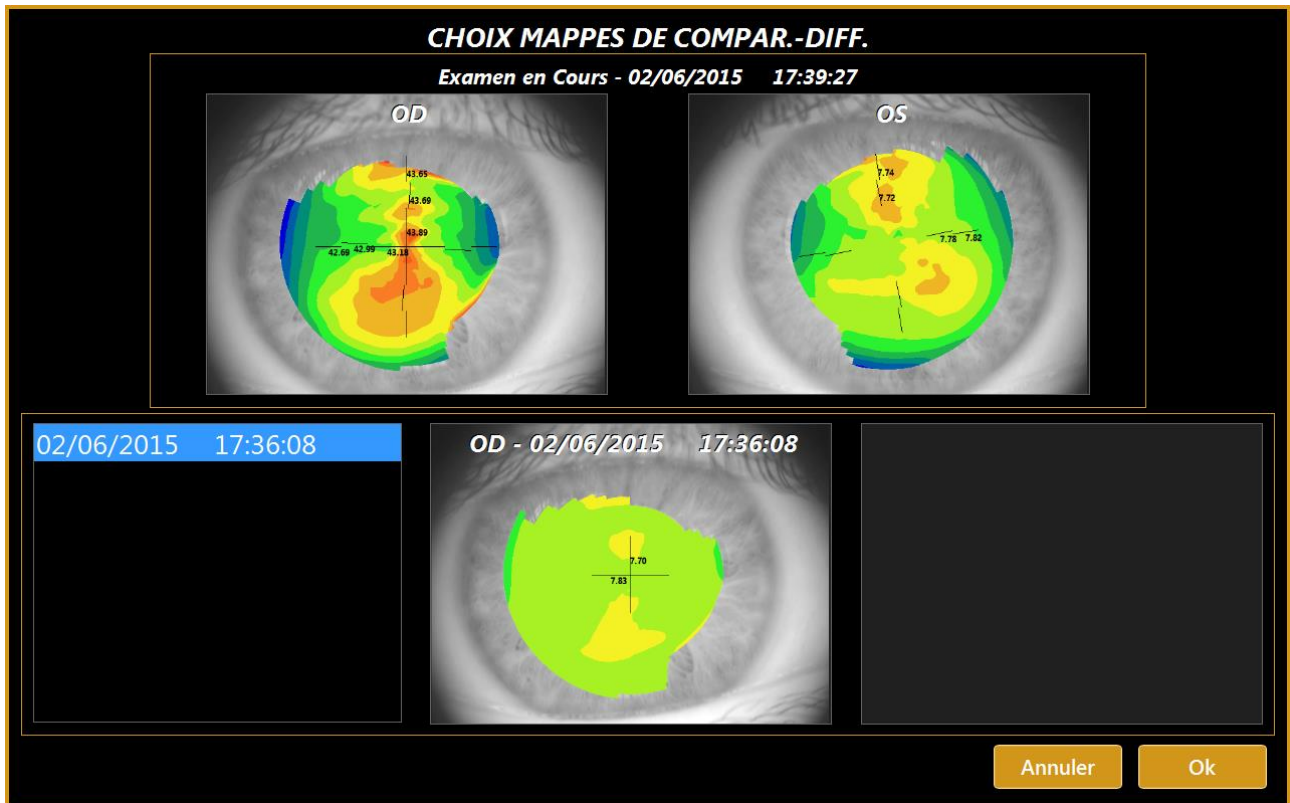

Fig. 58
- ✓ **Différentiel** : L'utilisateur peut choisir l'image d'un autre examen du même patient pour le comparer avec l'examen actuel (Fig. 58).